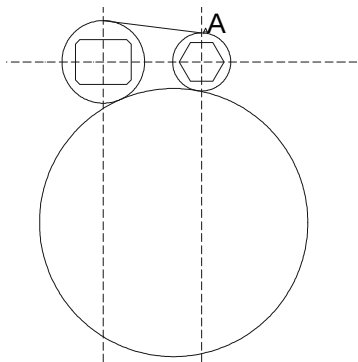

图 4-2-4
STEP 05 使用 LINE、CIRCLE 命令绘制扳手连接线，如图 4-2-4 所示。其具体操作如下：
指定第一点：捕捉 A 点，如图 4-2-4 所示